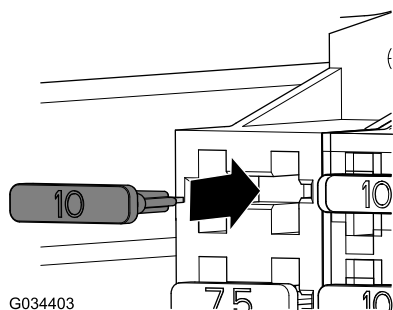

图 22
3. 将保险丝 10 A 装入 LED 灯具保险丝盒插槽图 22。